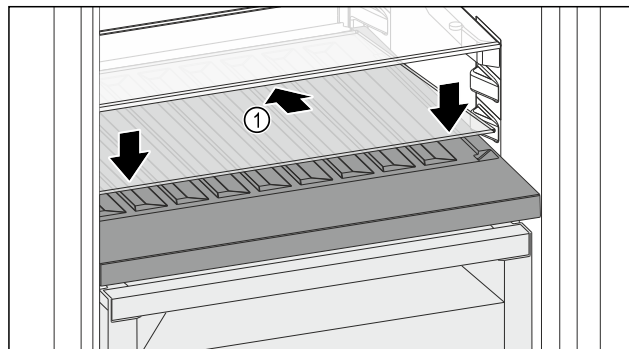

Fig. 194
- Postavite staklenu ploču Fig. 194 (1) ukoso, nagnutu straga prema dolje.
- Staklenu ploču Fig. 194 (1) podignite sprijeda.